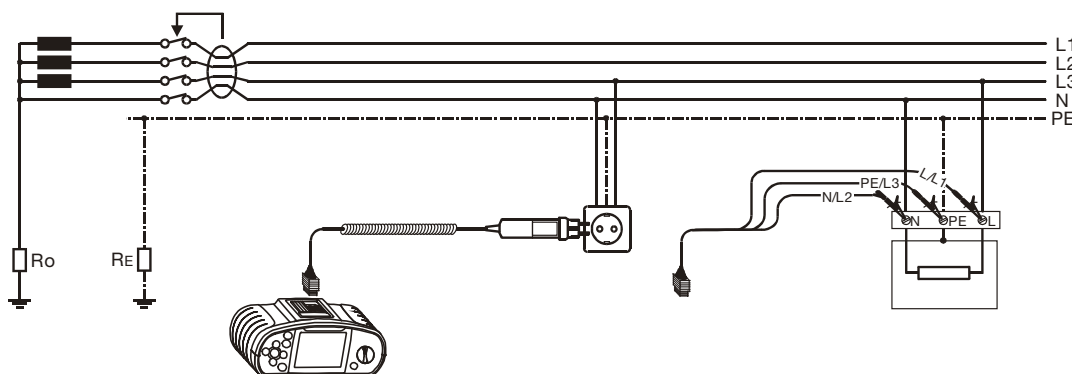

Abb. 5.15: Anschluss des Steckerprüfkabels bzw. des Universalprüfkabels
Schritt 3 Befolgen Sie zur Durchführung der Berührungsspannungsmessung den Anschlussplan in Abb. 5.15. Benutzen Sie bei Bedarf die **Hilfe**-Funktion.
Schritt 3 Befolgen Sie den Anschlussplan in Abb. 5.15 (siehe Abschnitt **Berührungsspannung**), um die Messung der Auslösezeit durchzuführen.
Schritt 3 Befolgen Sie den Anschlussplan in Abb. 5.15 (siehe Abschnitt **Berührungsspannung**), um die Messung des Auslösestroms durchzuführen. Benutzen Sie bei Bedarf die **Hilfe**-Funktion.
Schritt 3 Befolgen Sie den Anschlussplan in Abb. 5.15 (siehe Abschnitt **Berührungsspannung**), um die automatische Prüfung der Fehlerstrom-Schutzeinrichtung durchzuführen. Benutzen Sie bei Bedarf die **Hilfe**-Funktion.